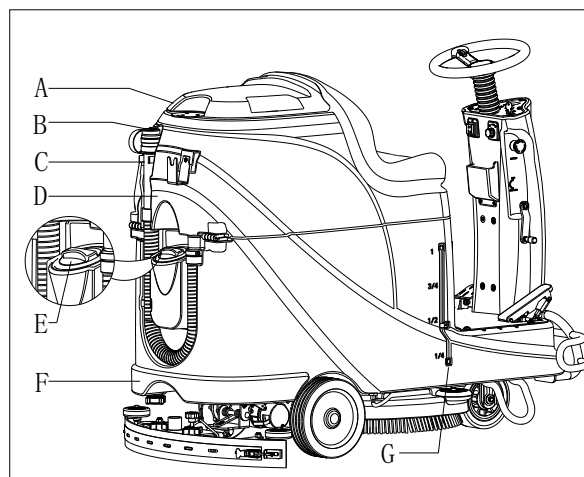

Figura 8
1. Abra a tampa de entrada de água (E, Figura 8).
3. Não encha o tanque em demasia; consulte o volume de água no indicador do nível de água (G).